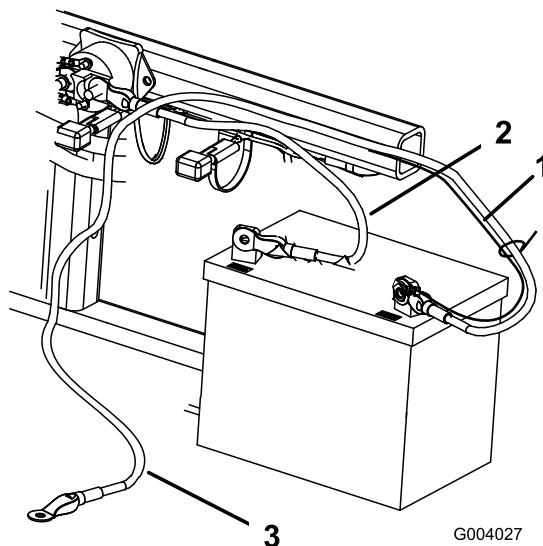

Figura 6
2. Fixe o cabo positivo (vermelho) ao terminal positivo (+) com um parafuso ($\frac{1}{4}$ pol. x $\frac{5}{8}$ pol.) e uma porca de bloqueio (Figura 6).
3. Fixe o pequeno cabo preto e o cabo negativo (preto) ao terminal negativo (-) da bateria com um parafuso ($\frac{1}{4}$ pol. x $\frac{5}{8}$ pol.) e uma porca de bloqueio ($\frac{1}{4}$ pol.) (Figura 6).